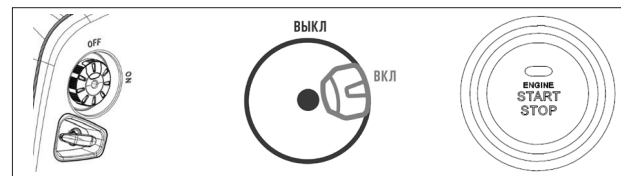

Рис. 22
- Модель iGX 4000AWSP переведите переключатель в положение «ВКЛ» (Рис. 22).